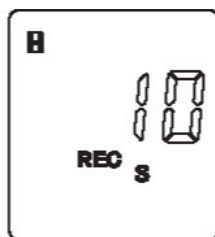

Рис.5
7. Для установки интервала времени между записями ячеек (на дисплее мигают значки  «REC» и «S» и « ») используйте клавиши ∇ ^{MAX} и \blacktriangle ^{HOLD} возможно установить от 1 до 60 секунд. (Рис.5) Время задержки устанавливается для более удобного расположения датчика и получения более точных показаний.